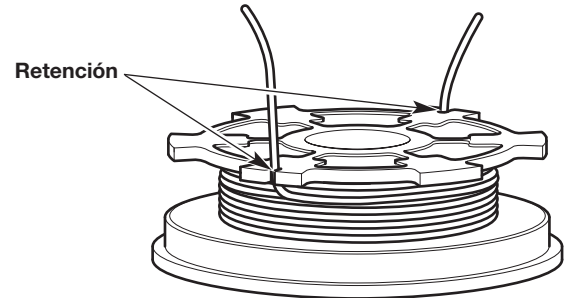

Fig. 30
4. Inserte las dos secciones de 6 pulgadas dentro de las dos ranuras de sujeción (Fig. 30).
6. Inserte las dos secciones de 6 pulgadas dentro de las dos ranuras de sujeción (Fig. 30).